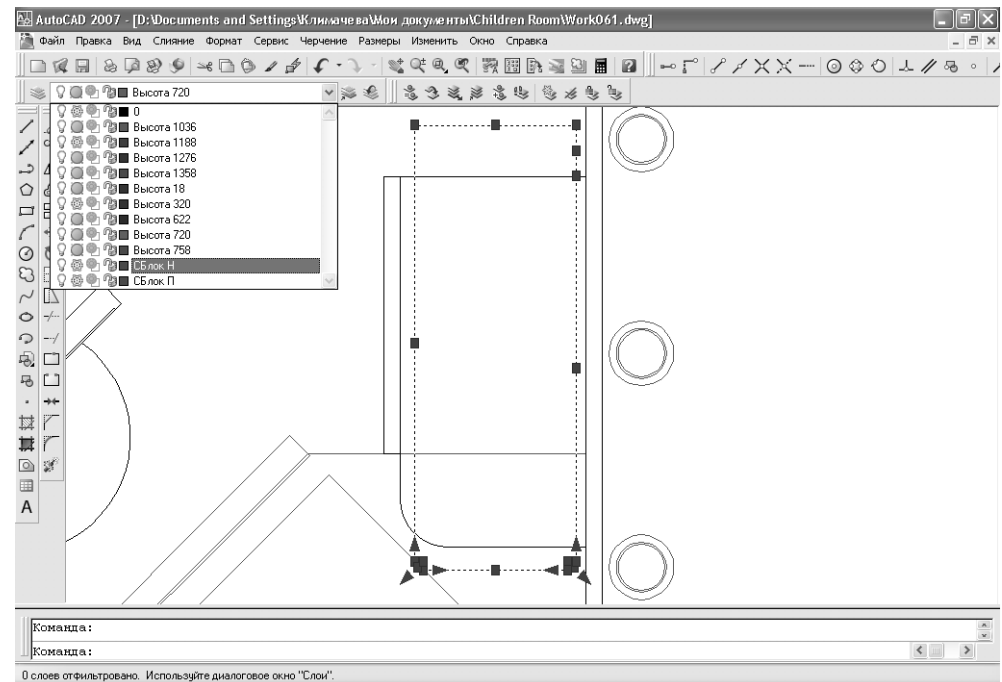

Рис. 6.19 ▼ Перемещение на слой **СБлок Н** семи выделенных объектов, образующих контур системного блока
- Последовательно щелкните на всех элементах чертежа, обозначающих контур системного блока (пять линий и две дуги), чтобы получить результат, представленный на рис. 6.19.
- Раскройте список слоев панели **Слои** (Layers) и выберите из него слой **СБлок Н** (обратите внимание на пиктограммы «снежинок», которые отображаются в этом списке для слоев **СБлок Н** и **СБлок П**), как показано на рис. 6.19.